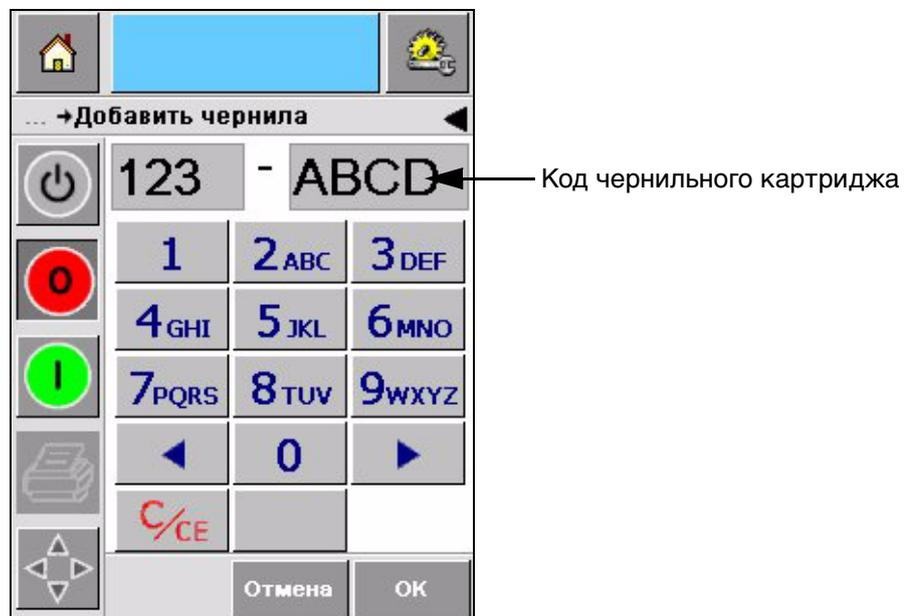

Рисунок 4-10: Код картриджа
- 4 Введите уникальный код картриджа, что находится на этикетке каждого картриджа (Рисунок 4-10) и коснитесь ОК пиктограммы.